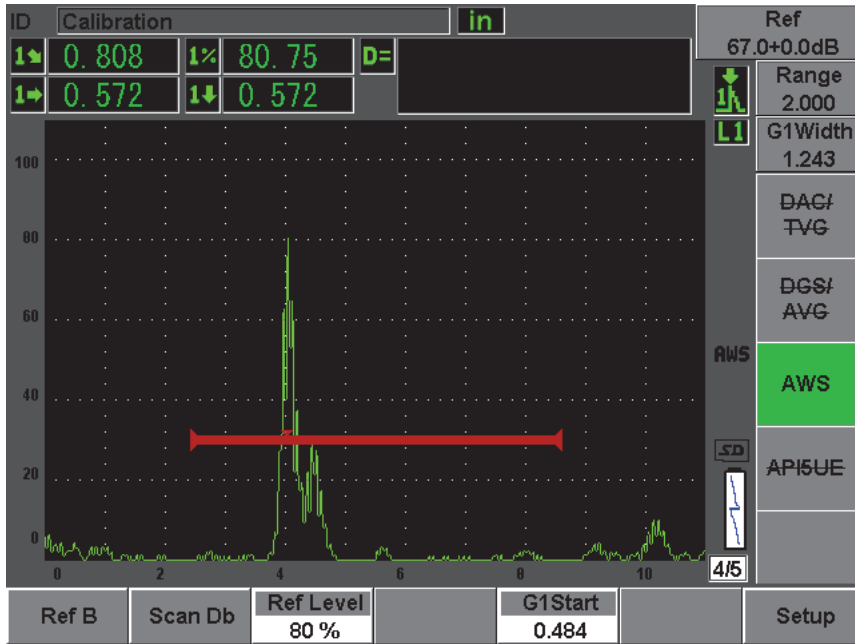

Figura 12-19 Valor de referência B antes do armazenamento
3. Selecione **AWS > Ref B** para armazenar o refletor fechado como o valor de **Ref B** e selecione **YES** para confirmar (veja Figura 12-19 na página 257).